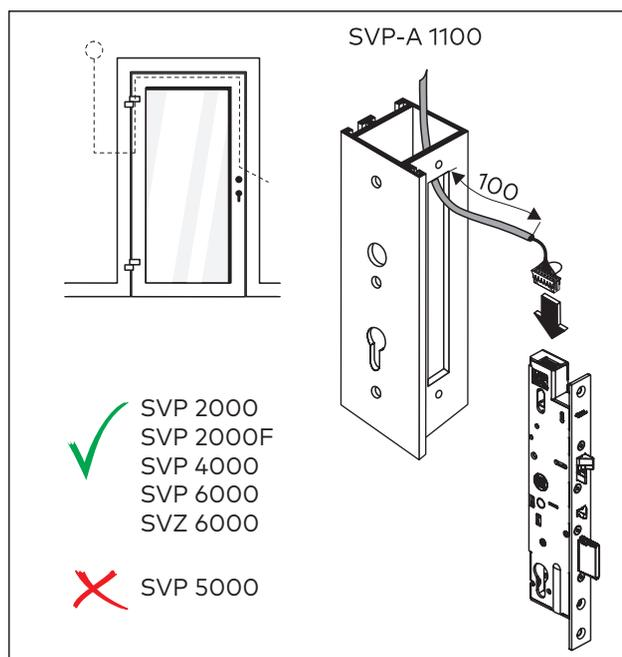

Fig. 15 Connect cable
1. Connect the cable (Fig. 15).